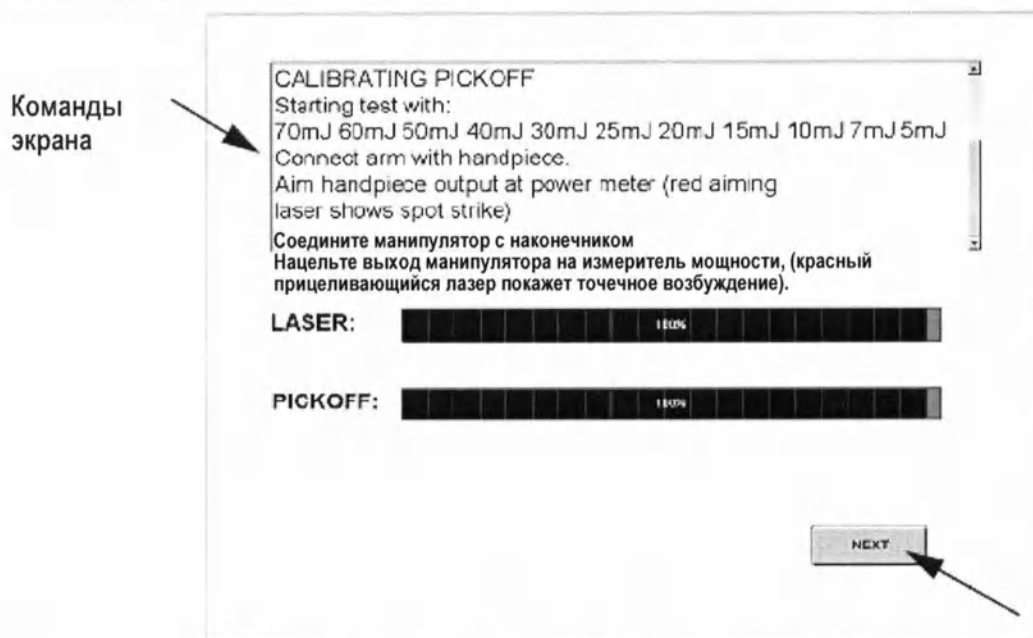

Рисунок 58. Экран тензодатчика калибровки
8. Выполните команды, появляющиеся на экране (Рисунок 58).